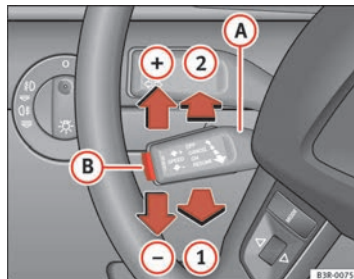

Fig. 151 Comandi dell'impianto di regolazione velocità
- Portare la leva **A** in posizione $\Rightarrow$ fig. 151 **1** per accendere l'impianto.
- Portare la leva **(A)** verso l'alto in direzione $\Rightarrow$ pag. 186, fig. 151 **(+)**.
- Portare la leva **(A)** verso il basso in direzione $\Rightarrow$ pag. 186, fig. 151 **(-)**.
- Spingendo brevemente la leva **(A)** verso l'alto in direzione $\Rightarrow$ pag. 186, fig. 151 **(+)** la velocità impostata aumenta di 2 km/h.
- Spingendo brevemente la leva **(A)** verso il basso in direzione $\Rightarrow$ pag. 186, fig. 151 **(-)** la velocità impostata si riduce di 2 km/h.
Se al momento del disinserimento temporaneo non era memorizzata nessuna velocità, se ne può impostare una nuova nel modo seguente. Raggiungere la velocità desiderata e premere quindi brevemente il tasto $\Rightarrow$ pag. 186, fig. 151 **(B)** (SET).
- Premere la leva **(A)** $\Rightarrow$ pag. 186, fig. 151 fino a raggiungere la posizione **(2)** (fino allo scatto).